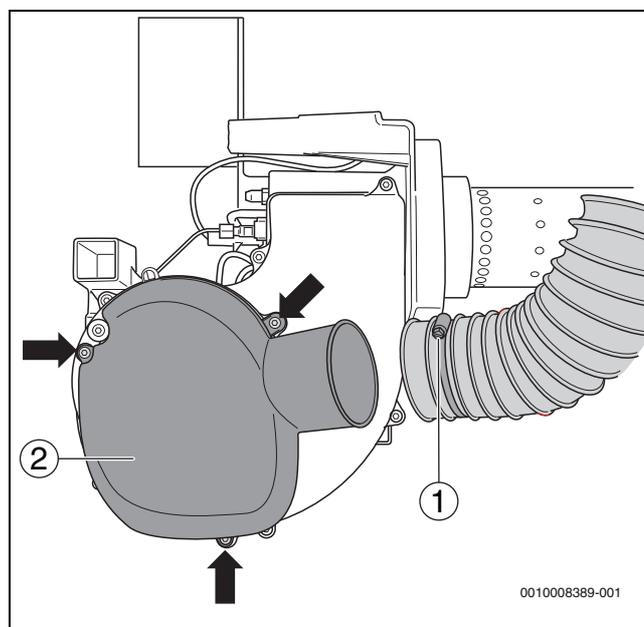
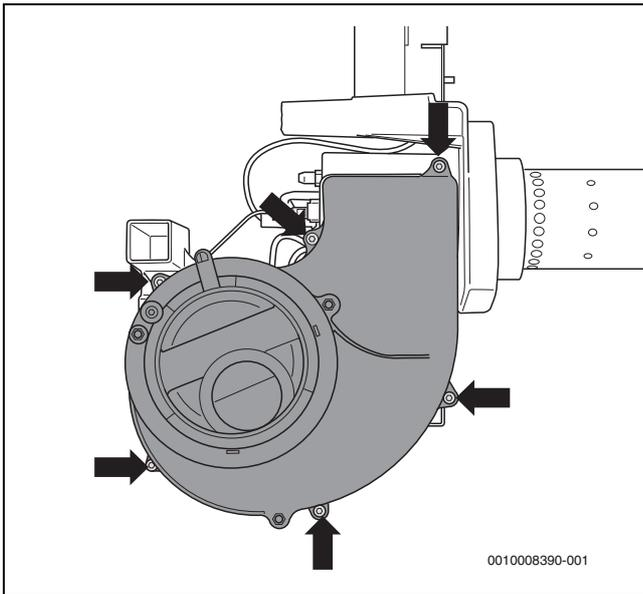

Bild 32 Ansaugschalldämpfer demontieren (dargestellt: 18-49 kW)
Bild 33 Gebälseradabdeckung demontieren
- ▶ Spezialschlauchschele (→Bild 32, [1]) der Verbrennungsluftzufuhr für raumluftunabhängigen Betrieb lösen (nur bei 18-49 kW).
- ▶ Befestigungsschrauben (→Bild 32, [Pfeile]) lösen und den Ansaugschalldämpfer (→Bild 32, [2]) abnehmen.
- ▶ Sechs Befestigungsschrauben (→Bild 33, [Pfeile]) lösen und die Gebälseradabdeckung abnehmen.
- ▶ Gebälseradabdeckung (→ Bild 33, Seite 23) und Ansaugschalldämpfer (→ Bild 32, Seite 22) wieder montieren.
- ▶ Spezialschlauchselle (→Bild 32, [1], Seite 22) lösen und Ansaugschlauch abziehen (nur bei 18-49 kW).